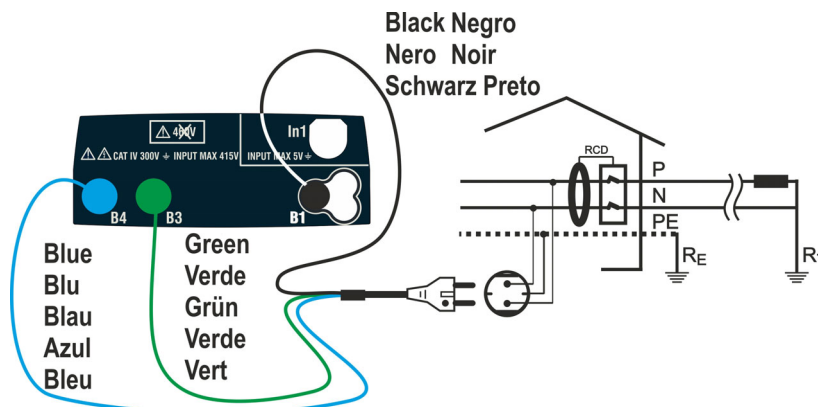
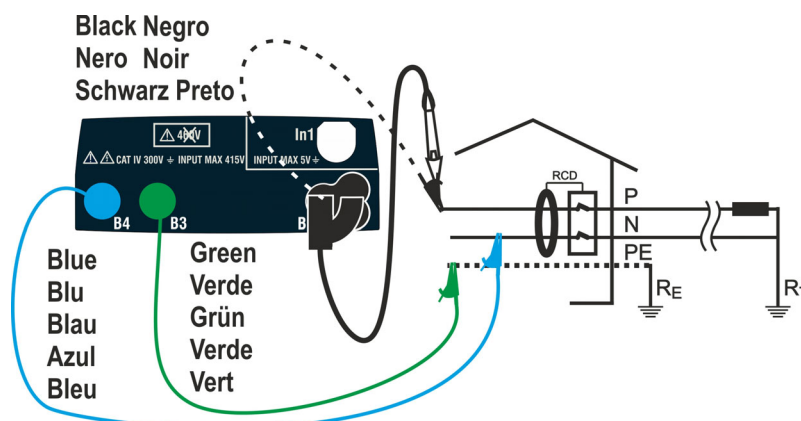

Abb. 4: Geräteanschluss am einphasigen System durch Schuko-Netzkaabel
Abb. 5: Geräteanschluss zum einphasigen System durch Einzelkabel und Prüfsonde mit Start/Stop Fernbedienung
- Schließen Sie den grünen, blauen und schwarzen Stecker des Schukokabels mit drei Leitungen an die entsprechenden Eingangsbuchsen B1, B3 und B4 des Messgeräts. Alternativ dazu können Sie Einzelkabel verwenden und die entsprechenden Krokodilklemmen an die freien Kabelenden aufstecken. Sie können auch die Prüfsonde mit Fernbedienung benutzen, indem Sie deren mehrpoligen Steckverbinder in die Eingangsbuchse B1 einführen. Verbinden Sie den Schukostecker, die Krokodilklemmen oder die Prüfsonde mit Fernbedienung mit der elektrischen Anlage entsprechend den Abb. 4 oder Abb. 5.